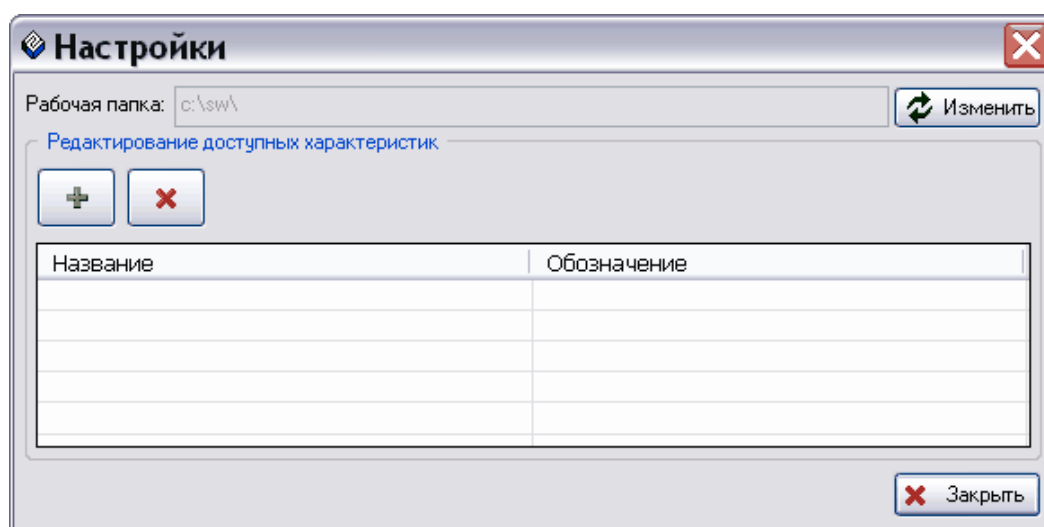

Рис. 6
1. В окне SolidWorks в меню **PDM STEP Suite** выберите команду **Настройка интеграции** или на панели инструментов PSS нажмите на кнопку **Настройка интеграции** . При этом появится диалоговое окно **Настройки** (Рис. 6).
2. В окне **Настройки** справа от поля **Рабочая папка** нажмите на кнопку **Изменить** (Рис. 6).